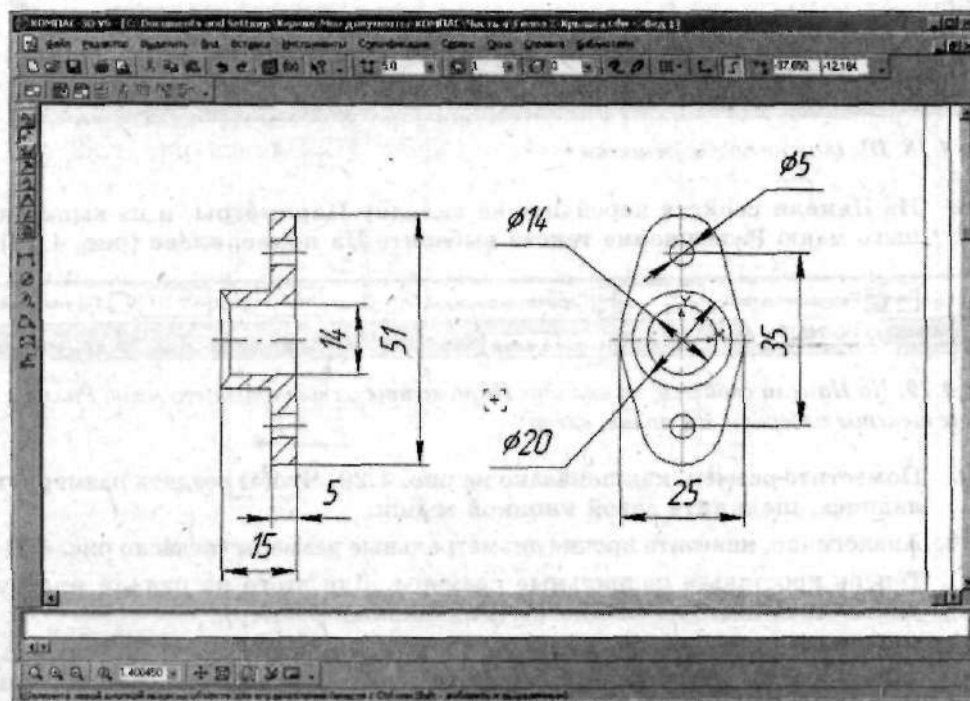

Рис. 4.21. Нанесите оставшиеся диаметральные размеры
10. Аналогично, нанесите прочие диаметральный размеры согласно рис. 4.21.